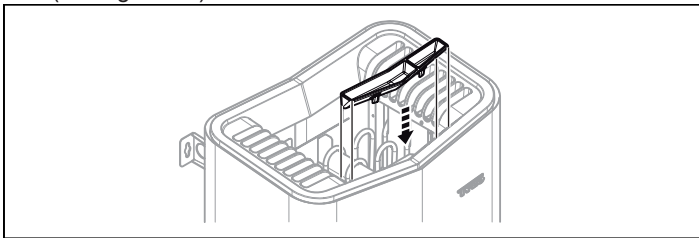

Figure 13 : Fixation du récipient à parfum/de l'humidificateur d'air
8. Installez la coupelle à herbes aromatiques/l'humidificateur (voir figure 13).